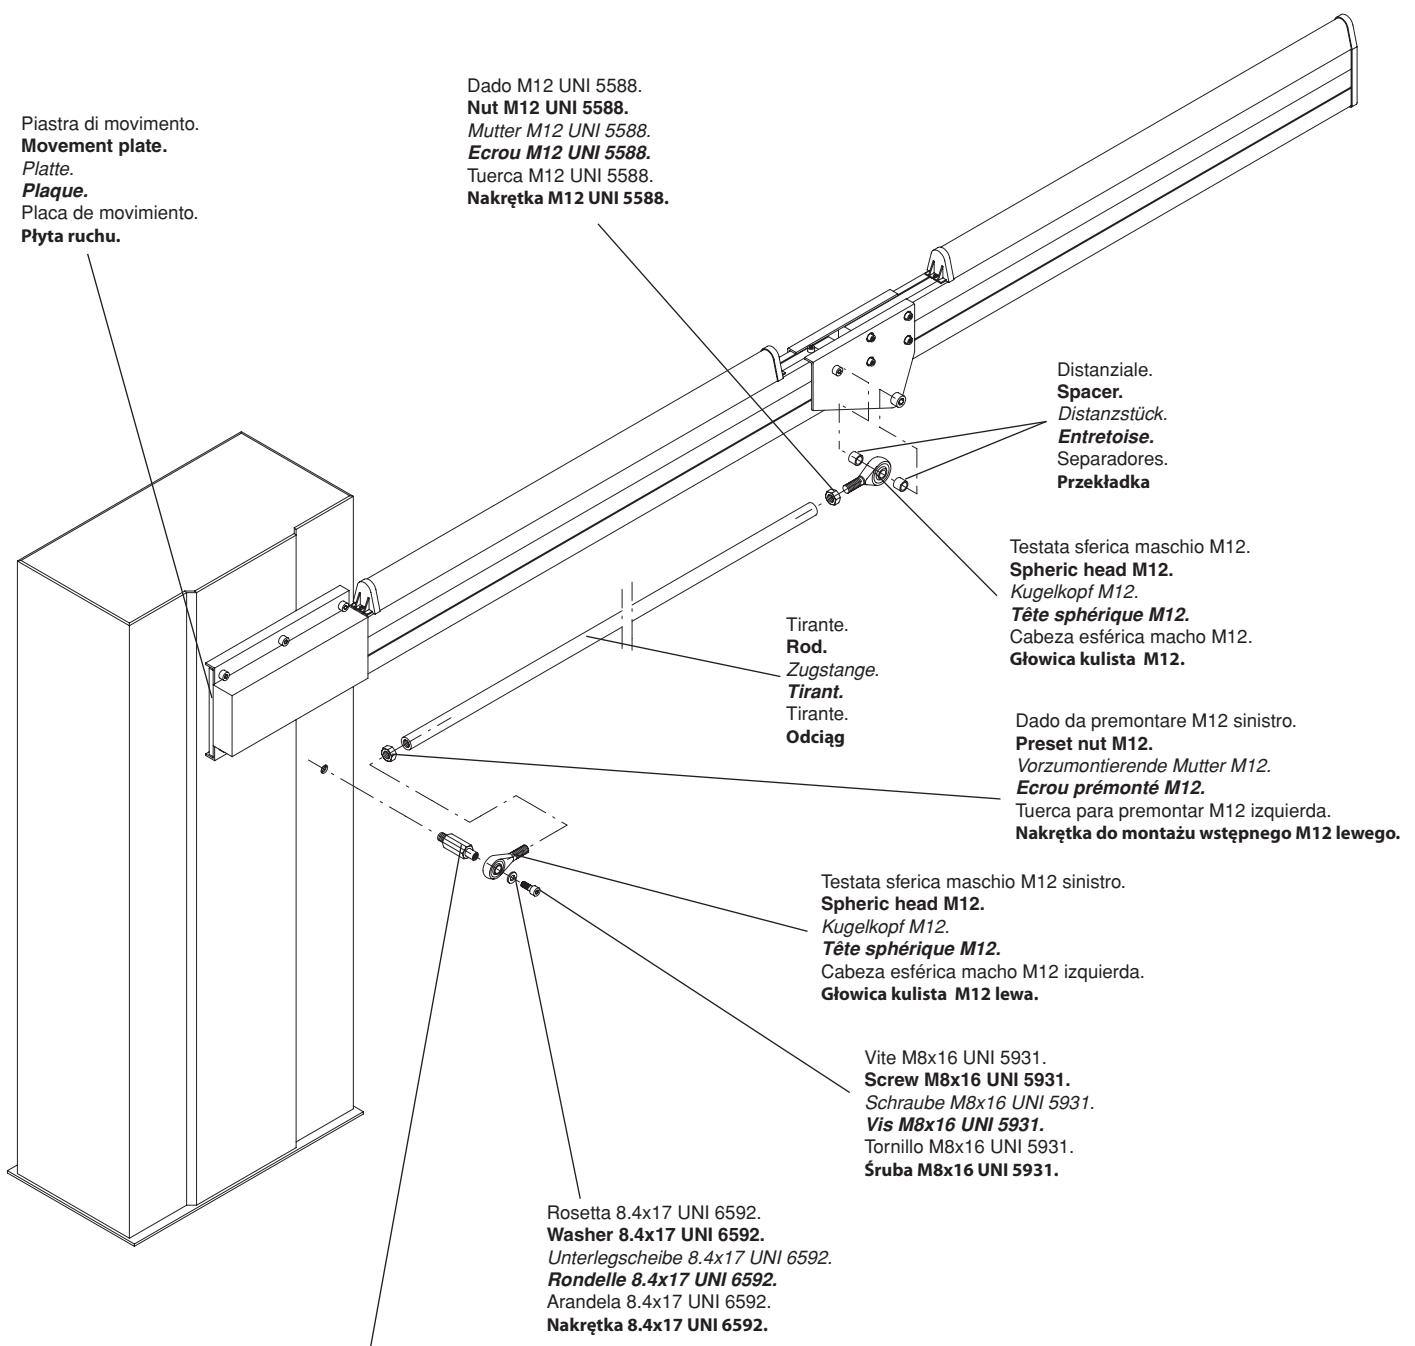

Fig.4
- Montare le testate sferiche sul tirante (dopo avervi premontato i dadi) fig. 4.
- Avvitare il perno filettato sul cassone (fig. 4), inserirvi la testata sferica e serrare la vite.
- Fissare il profilo L1 alla piastra di movimento come da paragrafo 4 (vedere anche fig. 4).
- Fissare il tirante, interponendo i distanziali, tra le due piastre con la vite M12 (fig. 4).
- Fit the spheric round heads on the stay bolt (after presetting the nuts) fig. 4.
- Screw the threaded journal on the box (fig. 4), insert the spheric head and tighten the screw.
- Fix the profile L1 to the movement plate as per paragraph 4 (see also fig. 4).
- Fix the stay bolt (placing the spacers between), between the plates, through the screw M12 (fig. 4).
- Kugelköpfe an der Zugstange anbringen, nachdem dort die Muttern vormontiert worden sind (Bild 4).
- Gewindestift an den Kasten schrauben (Bild 4), Kugelkopf einfügen und Schraube anziehen.
- Profil L1 an der Bewegungsplatte befestigen, wie in Absatz 4 beschrieben (siehe auch Bild 4).
- Zugstange befestigen und Distanzstücke zwischen beiden Platten mit Schraube M12 befestigen (Bild 4).
- Stift Ø 12 im Halter mit den beiden Schrauben M8 befestigen (Bild 4).
- Monter les têtes sphériques sur le tirant (après que vous ayez préalablement monté les écrous) Fig. 4.
- Visser la tige filetée sur le caisson (Fig. 4), puis insérer la tête sphérique et serrer la vis.
- Fixer le profil L1 à la plaque de mouvement comme indiqué dans le paragraphe 4 (voir aussi Fig. 4).
- Fixer le tirant, en interposant les entretoises entre les deux plaques avec la vis M12 (fig. 4).
- Montar las cabezas esféricas sobre el tirante (después de haber montado las tuercas) fig. 4.
- Atornillar el perno roscado sobre el armario (fig. 4), insertarle la cabeza esférica y apretar el tornillo.
- Fijar el perfil L1 a la placa de movimiento como en el apartado 4.1 (véase también la fig. 4).
- Fijar el tirante, interponiendo los separadores entre las placas con el tornillo M12 (fig. 4).
- Zamontować głowice kuliste na odcięgu (po wcześniejszym wstępny zamocowaniu nakrętki) Rys. 4.
- Wkręcić trzpień gwintowany do skrzyni (Rys. 4), wprowadzić głowicę kulistą i dokręcić śrubę.
- Przymocować listwę L1 do płyty ruchomej tak, jak podano w paragrafie 4 (zobacz także Rys. 4).
- Zamocować odcięg, zakładając przekładki między dwiema płytami ze śrubami M12 (Rys. 4).